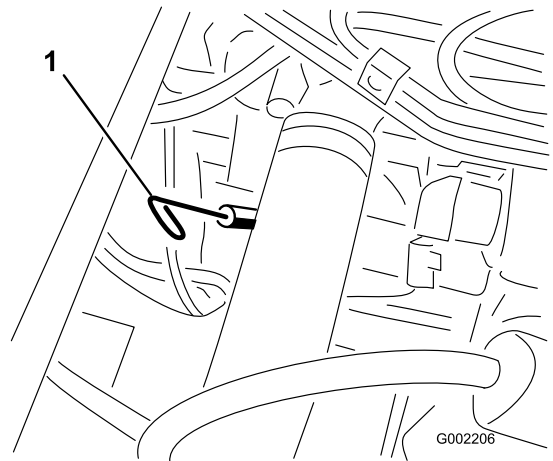

图40
2. 取出乘客座椅下面的量油尺、并用干净抹布擦拭（图40）。将量油尺插入量油尺管道中、并确保它完全插入。取出量油尺并检查机油油位。
13. 拆下加油颈盖、慢慢从加油颈向发动机中注入规定油量的大约 80%（图40）。